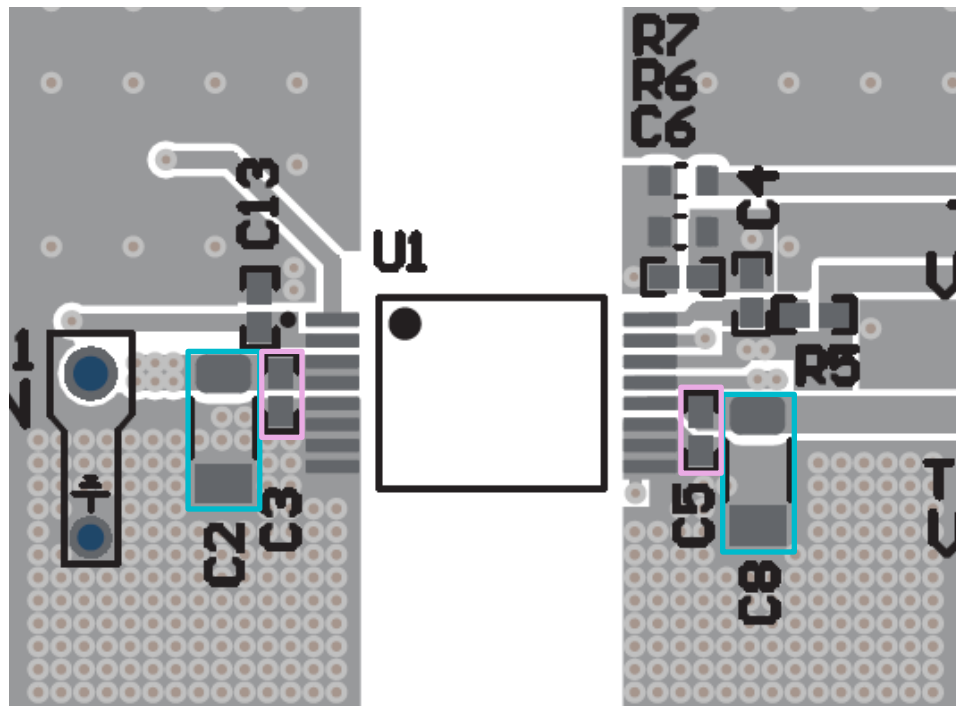

图 3-8. VIN (C2、C3) 和 VDD (C5、C8) 电容器
- b. 将大容量 VIN 电容器 (C2) 尽可能靠近 0.1 μ F 高频旁路电容器 (C3) 并与之并联, 且与 IC 位于 PCB 的同一侧, 如图 3-8 所示。
2. /PG 去耦电容器: /PG 去耦电容器应靠近引脚 2 (/PG) 放置, 并与 UCC34141-Q1 位于 PCB 的同一侧。请参阅图 3-8 中所示的 C13 放置方式。
- b. 将大容量 VDD-COM 电容器 (C8) 尽可能靠近 0.1 μ F 高频旁路电容器 (C5) 并与之并联, 且与 IC 位于 PCB 的同一侧, 如图 3-8 所示。